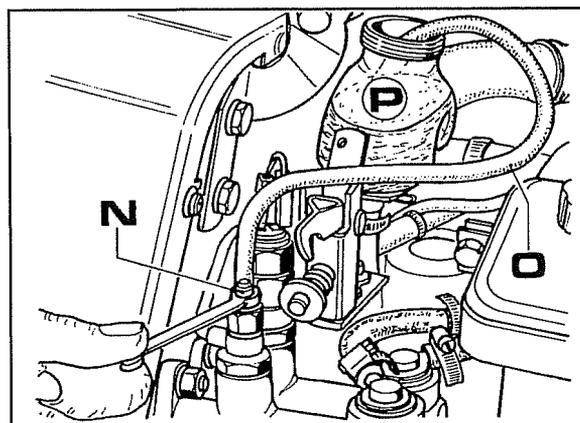

Fig. 3
3. Pour purger les pompes il faut placer un tuyau transparent (**O** fig.3) entre le réservoir **P** fig.3 et la vis de purge **N**. Desserrer la vis de purge, appuyer plusieurs fois sur les pédales de frein (jumelées) jusqu'à ce qu'il n'y ait plus de bulles d'air dans le tuyau, puis bloquer la vis.